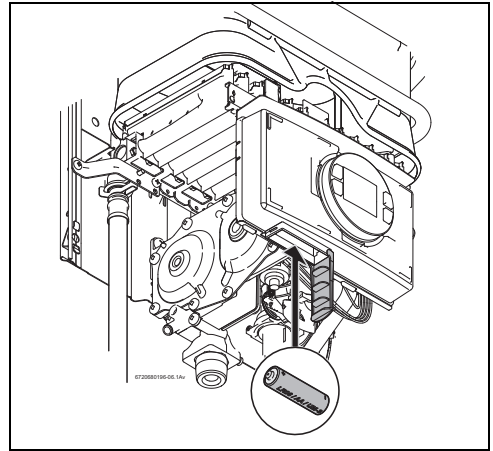

Fig. 22 Compartimento de la pila
- ▶ Introducir la pila de 1.5 V (Fig. 22) - suministrada con el aparato.